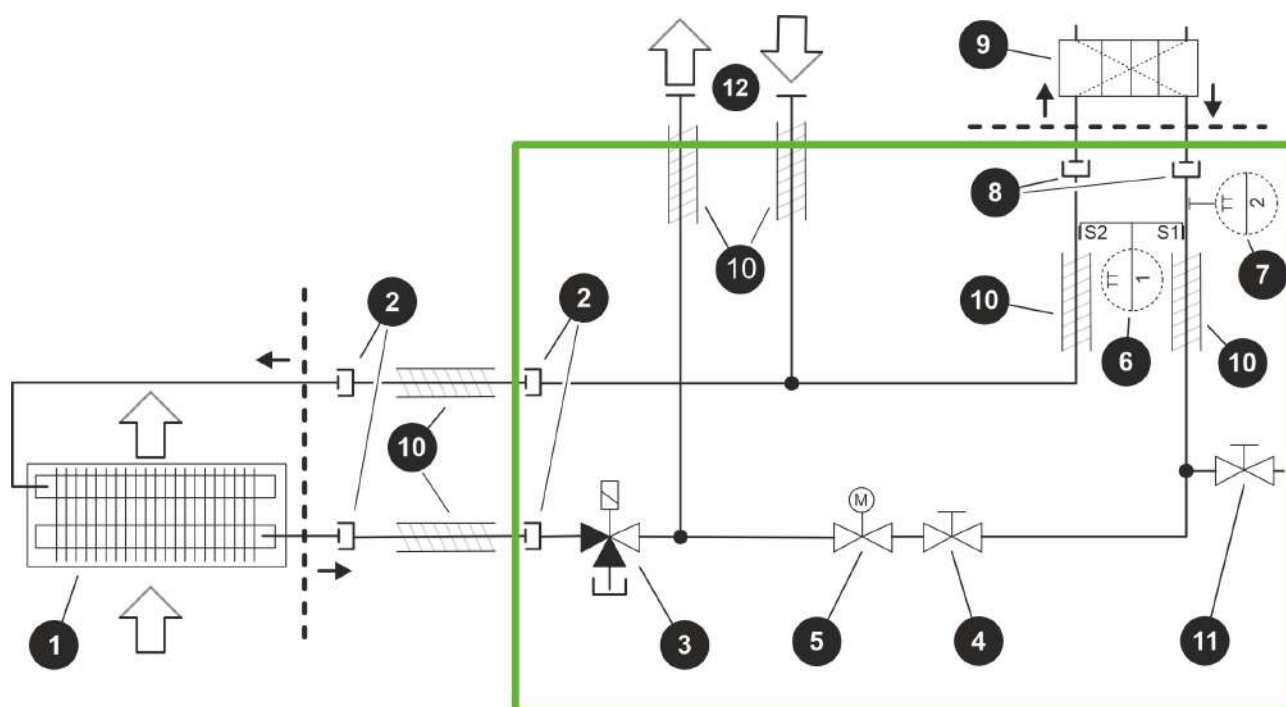
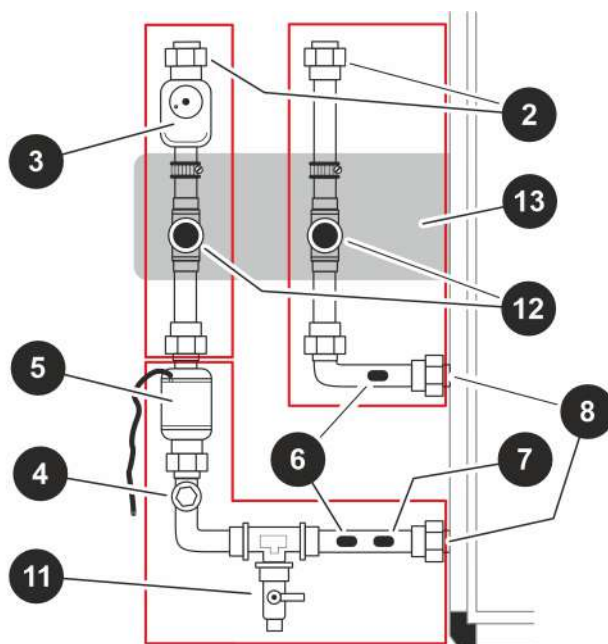

Fig. 74: Circuito de la bomba de calor doméstica
Fig. 75: Kit de montaje del circuito de la bomba de calor doméstica
Para la conexión de la bomba de calor doméstica se debe observar el circuito de la bomba de calor doméstica (Fig. 74). El circuito de la bomba de calor doméstica está premontado en tres secciones y debe montarse en la placa de montaje suministrada según la figura (Fig. 75). La conexión del evaporador de agua y del calentador de aire se debe realizar en el sitio.
1. Coloque el circuito de la bomba de calor doméstica premontado de tres partes (Fig. 75) en la placa de montaje suministrada (Fig. 74/13) y móntelo en el evaporador de agua (Fig. 74/9) mediante un empalme desacoplable con las conexiones (Fig. 75/8) del circuito de la bomba de calor doméstica.
2. Monte el calentador de aire (Fig. 74/1) a través de un empalme desacoplable con las conexiones (Fig. 75/2) en el circuito de la bomba de calor doméstica.
3. Enchufe las conexiones (Fig. 75/12) a través de un empalme desacoplable a la red de tubos en el sitio. Observe el flujo y el retorno del sistema de calefacción.
7. Fije los sensores de temperatura (Fig. 75/6 y 7) en la posición especificada de las tuberías con un muelle de rodillo (incluido en el volumen de suministro). Aplique pasta conductora de calor entre el tubo y el sensor y asegúrese de que está bien asentado. Monte el aislamiento ( *↪ Paso a seguir 11 en la página 79*) sobre los sensores de manera que estos queden debajo del aislamiento.
11. Aísle los tubos según las identificaciones del circuito de la bomba de calor doméstica (Fig. 74).